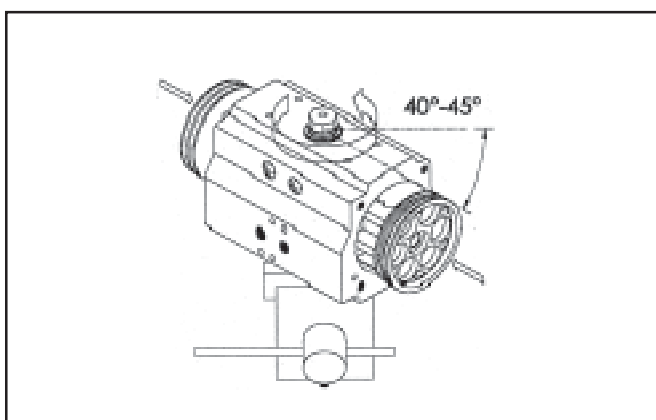

Fig. 22a
- Pour un montage en rotation standard (fermeture en sens horaire), tourner le corps ( 29 ) de 40° à 45° en sens anti-horaire en vue du dessous ou en sens horaire en vue du dessus car c'est fonction de la façon dont l'actionneur a été monte à l'étau comme indique figure 22a et 22b.